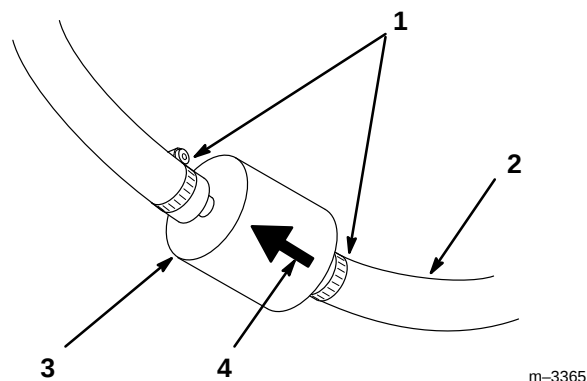

Abbildung 39
4. Die Enden der Schlauchklemmen zusammendrücken und die Klemmen vom Filter weg schieben (Abb. 39).